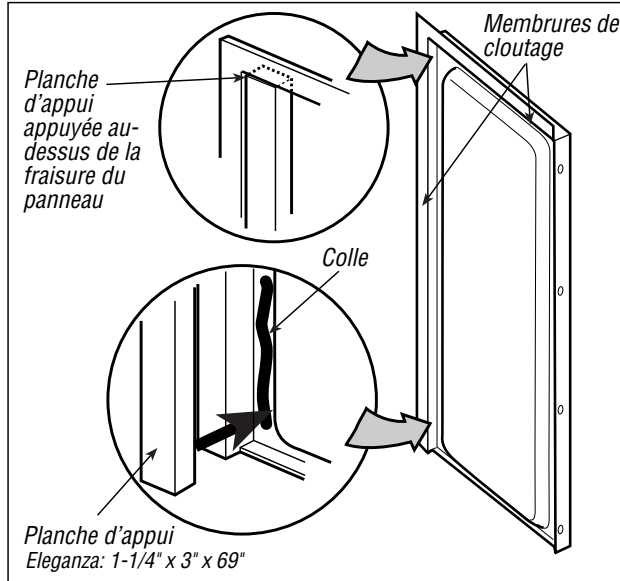

Figure 1
- 1** Si vous souhaitez installer une porte de douche, une planche d'appui (voyez la taille à la figure 1) doit être installée à l'arrière de chaque mur latéral. Appliquez un cordon de colle dans la fraisure de chaque mur latéral et attachez le panneau (fig. 1), en guidant le panneau sur le dessus de la fraisure.